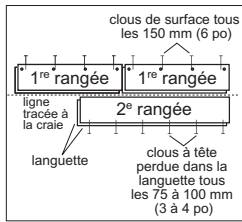

Figure 7
- Autant que possible, les joints de bout des rangées adjacentes doivent être décalés d'un minimum de 100 à 150 mm (4 à 6 po) pour obtenir un bel aspect esthétique (Figure 7).